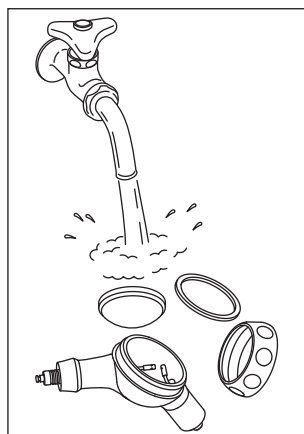

Fig. 20
- 3) Rimuovere sotto l'acqua corrente i residui di polvere presenti nel serbatoio o sul tappo. (Fig. 20)